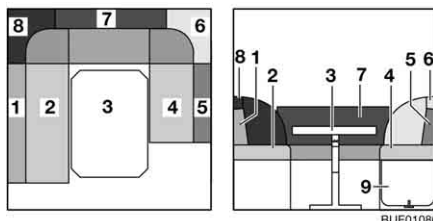

Bild 107 Före ombyggnaden
- Bygg om bordet (Bild 107,3) till sängbotten (se avsnitt 6.12).
- Lås upp förlängningen till sänglådan (Bild 107,9) och fäll upp den.